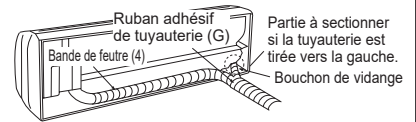

Fig. 1
- 1) Assemblez la conduite de réfrigérant et le tuyau de vidange, appliquez ensuite fermement de la bande de feutre (4) à partir de l'extrémité. La largeur de chevauchement de la bande de feutre (4) doit correspondre au 1/3 de la largeur de la bande. Utilisez une agrafe de bande à l'extrémité de la bande de feutre (4).
- 2) Retirez le bouchon de vidange du côté arrière droit de l'unité interne. (Fig. 1)